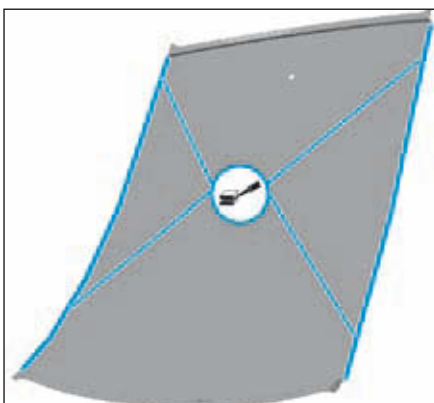

FIG.72
- Appliquer le cordon de colle sur le pavillon de rechange préalablement nettoyé à l'aide du pistolet à cartouche double (Fig.72).